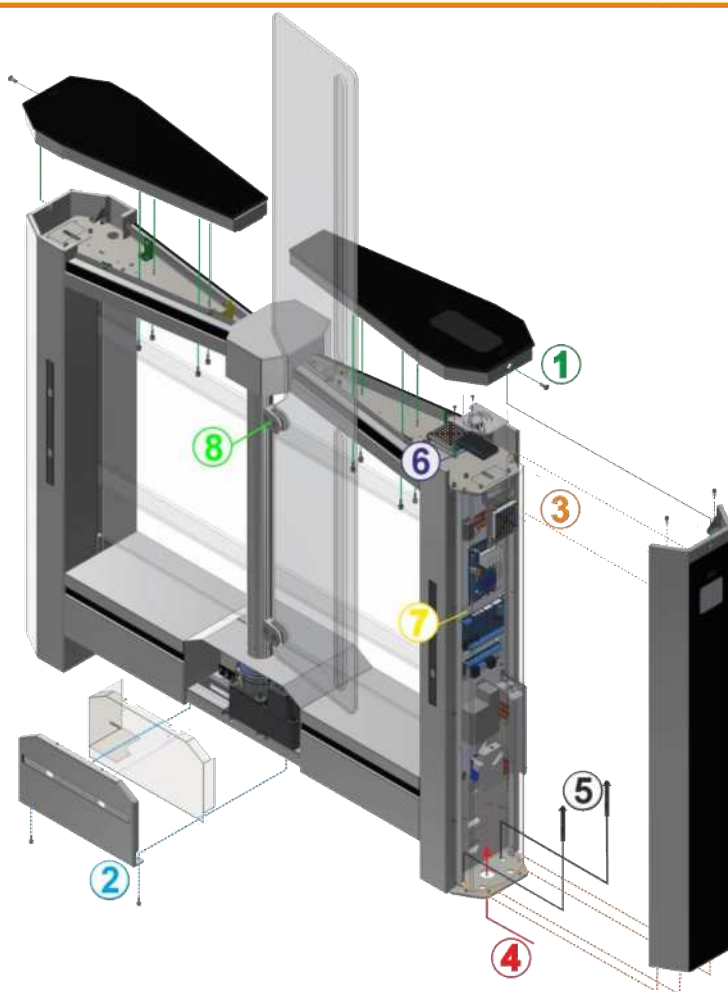

Рис. 20- Загальний вигляд встановлення тумби турнікета «Sweeper-BM-1»
3. - Зняти дверки та захисну шторку (Рис. 20);
- Зняти кришку (або скляну стільницю) турнікета, викрутивши гвинти з каркасу (див. Рис.20);